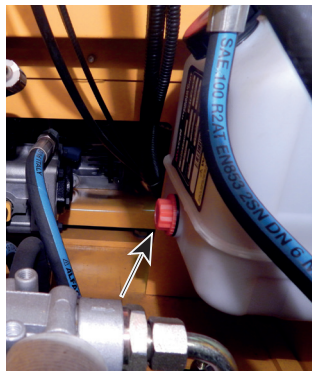

рис.19
- Подставьте подходящую емкость под маслосливное отверстие и открутите пробку (см. рис. 19). Слейте масло и закрутите пробку маслосливного отверстия.